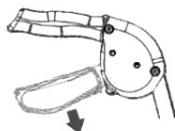

Bild 6 (låst läge)
1. Tryck ner den nedre delen av bromshandtaget enligt bilden tills du hör ett klick (fig. 6).